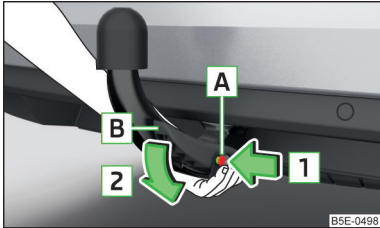

Abb. 307
- › Die Kugelstange **von unten** fassen » Abb. 307.